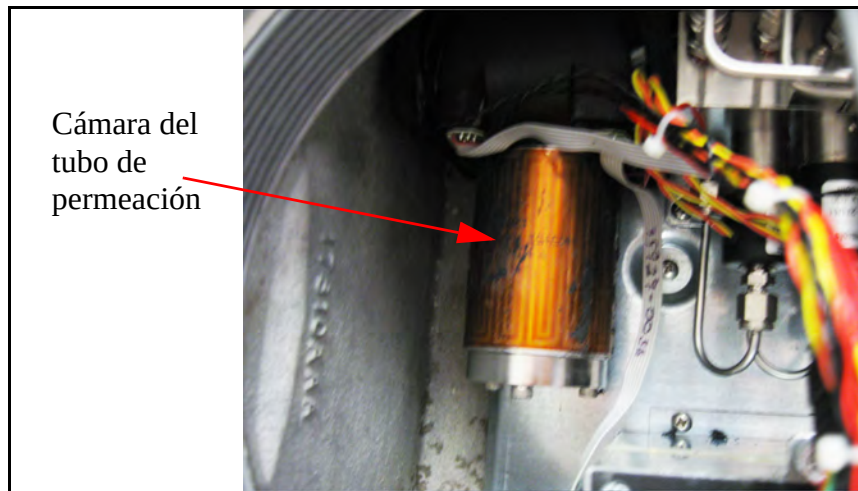

Figura 81: Retirada del aislamiento
5. Utilice una mano para sujetar el colector de precalentamiento y la otra para retirar con cuidado el aislamiento que rodea la cámara del tubo de permeación (Figura 81).